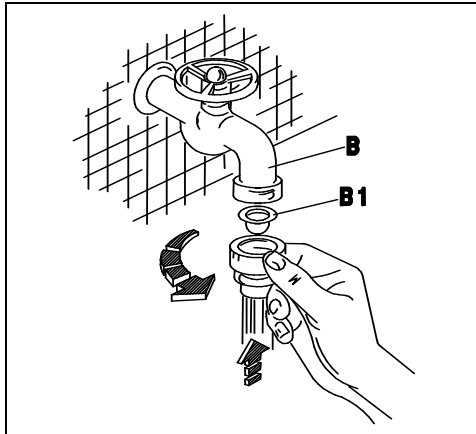
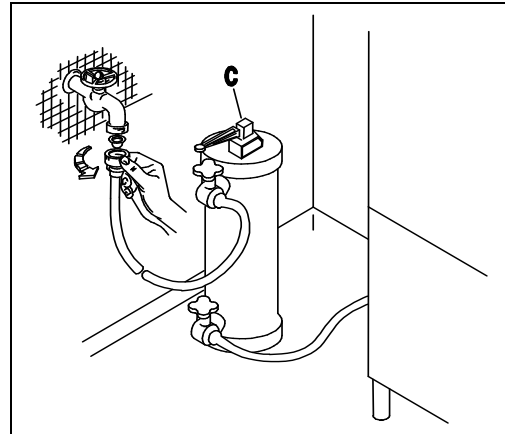
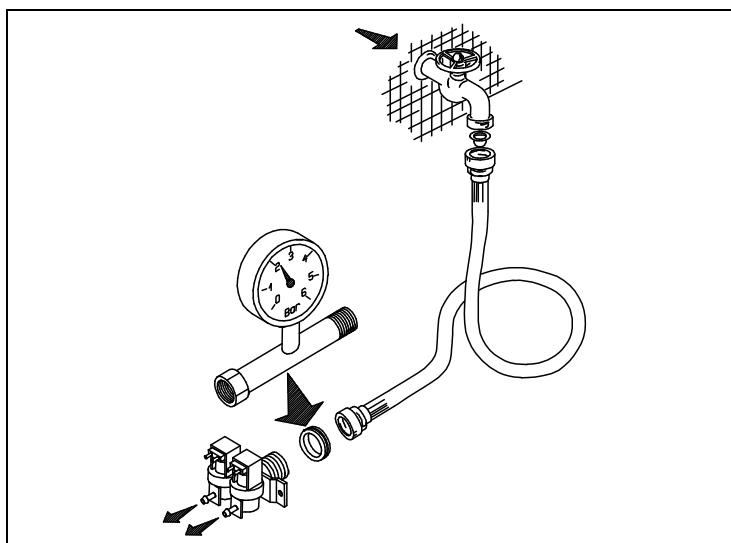
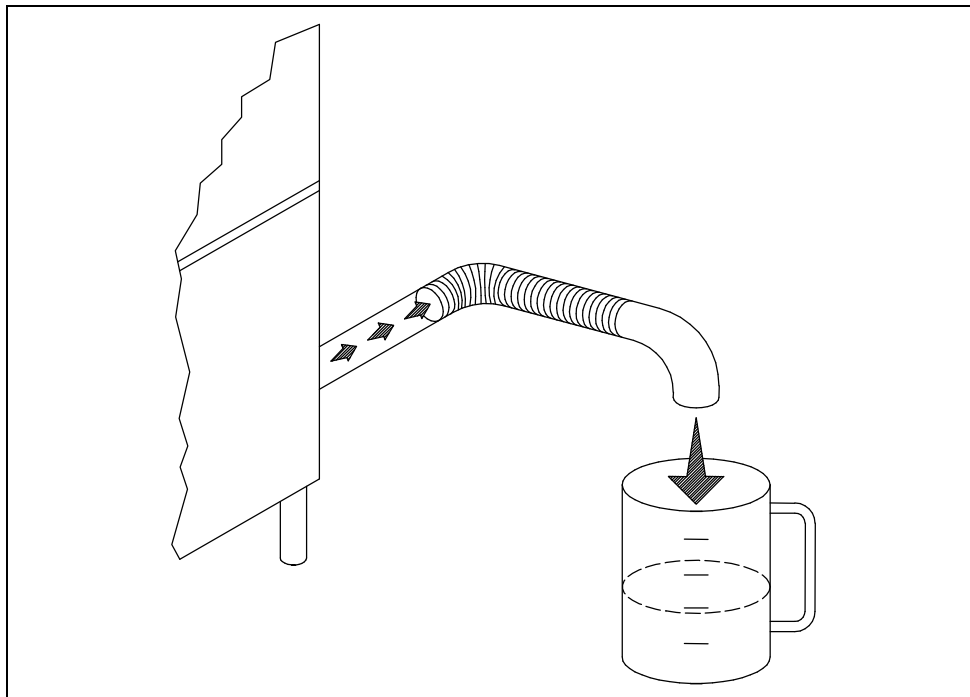

Fig. 2-2
Fig. 2-3
Fig. 2-4
Fig. 2-5
- L'apparecchio è previsto per l'allacciamento all'acqua fredda o calda (max 50 ÷ 55°C), con una pressione a valvola aperta come indicato nella Tab. 2-1. In caso di pressione superiore alla massima consigliata, bisogna installare un riduttore di pressione. In caso di pressione inferiore alla minima consigliata, bisogna installare una pompa di aumento pressione di max 0.5 Hp, con una portata di 20 L/min ed una prevalenza di 15÷20 mt.. Il controllo della pressione deve essere effettuato all'ingresso dell'elettrovalvola (ved. fig.2-4). La condotta dell'acqua deve avere un diametro interno di almeno 16/18 mm (ved.fig.2-5). Collegare il tubo di carico acqua dell'apparecchio ad un rubinetto d'intercettazione (B),posto preferibilmente nelle immediate vicinanze dell'apparecchio, interponendo l'apposito filtro in dotazione (B1) (ved. fig.2-2). Si consiglia l'installazione di un decalcificatore (C) (non in dotazione), montato a monte dell' elettrovalvola della macchina (ved. fig.2-3).
- The appliance is designed for connection to the cold or hot water supply (max. 50-55°C) at a mains pressure with the valve open as shown in Table 2-1 and a minimum output of 10 litres/min. If pressure exceeds the maximum, fit a pressure reducer. If pressure is lower than the minimum, fit a pressure booster pump of max. 0.5 HP, with an output of 20 litres/min. and a head of 15-20 metres. Pressure must be measured at the solenoid valve inlet (see fig. 2-4). The water pipes must have an internal diameter of at least 16/18 mm (see fig. 2-5). Connect the appliance water supply pipe to a cut-out tap (B), preferably placed close to the appliance, fitting the special filter provided (B1) (see fig. 2-2). We recommend fitting a water softener (C) (not provided) upstream from the machine solenoid valve (see fig. 2-3).
- Das Gerät ist für den Anschluss an Warm-und Kaltwasser (max. 50-55°C) vorgesehen, wobei der Druck bei offenem Ventil dem in Tab. 2-1. Bei höherem Druck als dem empfohlenen einen Druckminderer installieren. Bei niedrigeren Druck als empfohlen eine Druckerhöhungspumpe mit max. 0,5 PS , einer Förderleistung von 20l/min und einer Förderhöhe von 15-20m installieren. Die Druckkontrolle muss am Eingang des Elektroventils erfolgen (siehe Bild 2-4). Die Wasserleitung muss einen Innendurchmesser von mindestens 16/18 mm aufweisen (siehe Bild 2-5). Den Zulaufschlauch des Gerätes an einen möglichst nahegelegenen Wasserhahn (B) anschliessen und den vorgesehenen Filter (B1) anbringen (siehe Bild 2-2). Der Einbau eines Etkalkers (C) wird empfohlen; dieser gehört nicht zur Ausstattung und muss vor dem Elektroventil der Maschine eingebaut werden. (siehe Bild 2-3).
- L'appareil peut être raccordé à l'eau froide ou chaude (50:55°C max) à une pression, soupape ouverte, comme indiqué dans le tableau 2-1. Si la pression dépasse la pression maximum conseillée, il faut installer un réducteur de pression. Si la pression est inférieure à la pression minimum conseillée, il faut installer une pompe pour faire augmenter la pression de 0,5 Hp max., à un débit de 20 litres /min et à une hauteur d'élévation de 15-20 m. Le contrôle de la pression sera effectué à l'entrée de l'électrovanne (voir fig. 2-4). Les conduites d'eau auront un diamètre interne d'au moins 16/18 mm (voir fig. 2-5). Raccorder la conduite d'arrivée de l'eau de l'appareil à un robinet secondaire (B), installé si possible tout près de l'appareil, après avoir intercalé le filtre spécial fourni (B1) (voir fig. 2-2). Nous conseillons d'installer un adoucisseur (C) (non fourni) qui sera monté en amont de l'électrovanne de la machine (voir fig. 2-3).
- Este aparato se puede alimentar con agua caliente o fría (máx. 50 ÷ 55°C); la presión del agua con válvula abierta está indicada en la tabla 2-1. En caso de que la presión fuera superior a la máxima que se aconseja, instale un reductor de presión; si fuera demasiado baja, instale una bomba de aumento de presión de 0,5 Hp (máximo), con un caudal de 20 litros por minuto y una altura de elevación de 15 a 20 m. El control de la presión se debe efectuar en la entrada de la electroválvula (véase fig. 2-4). La tubería del agua debe tener un diámetro interior de 16-18 m. por lo menos (véase fig. 2-5). Conecte el tubo de alimentación del agua del aparato a un grifo de paso (B), que irá montado preferentemente muy cerca del aparato, tras interponer el filtro (B1) del equipamiento base (véase fig. 2-2). Es aconsejable instalar un descalcificador (C) (que no forma parte del equipamiento base). El descalcificador irá montado antes de la electroválvula de la máquina (véase fig. 2-3).